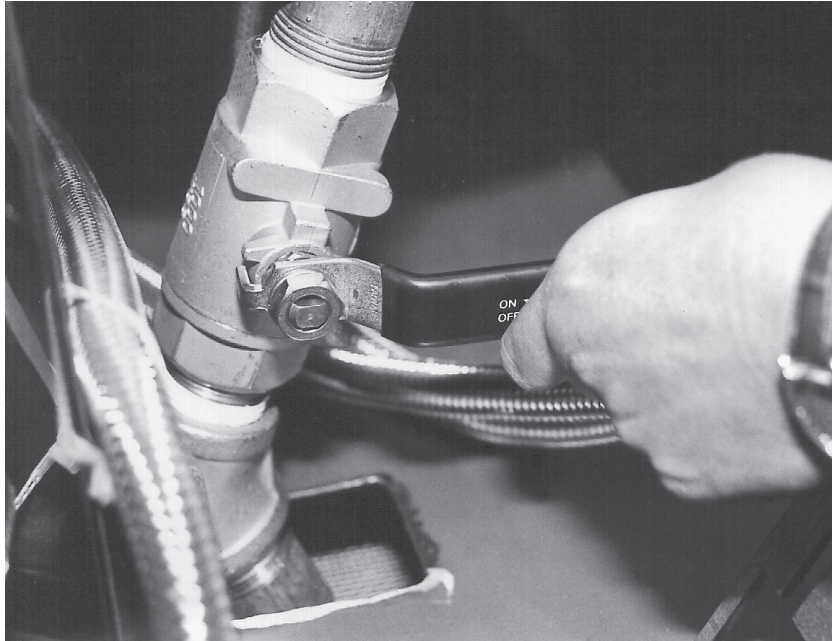

Fig. 59
2. Close drain ball valve. (Fig. 59)